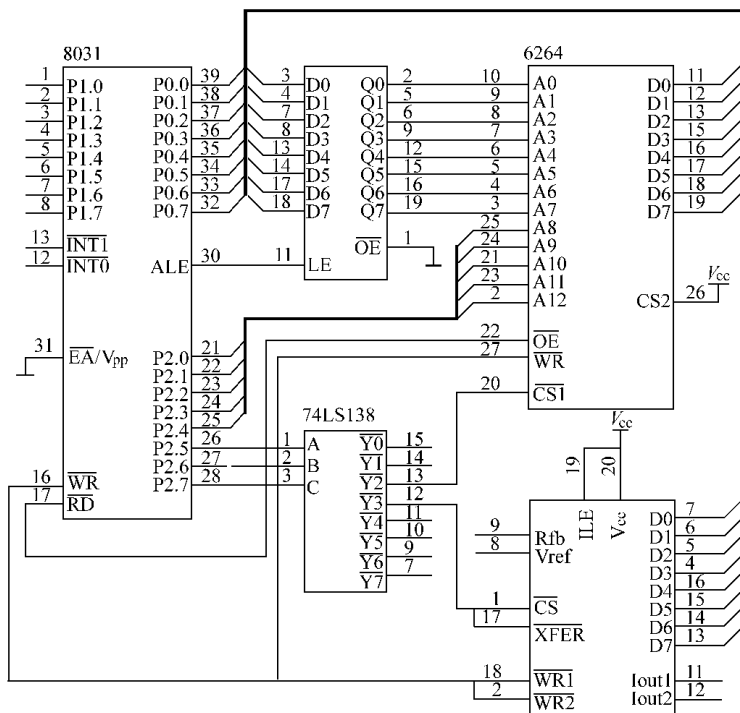

图 10-5 MCS-51 应用系统电路图
2. 图 10-5 示意的 MCS-51 系统扩展了一片 RAM6264 和一片 DAC0832, 分析图中 RAM 地址范围以及 D/A 转换器通道地址。选用 6264 中的 8 个连续单元作为 D/A 转换的数字量存储区, 每隔 0.1s 从 RAM 区顺序取出一个数字量送入 DAC0832 输出, 8 个值作为一个周期, 试设计完成连续输出该周期信号的子程序。